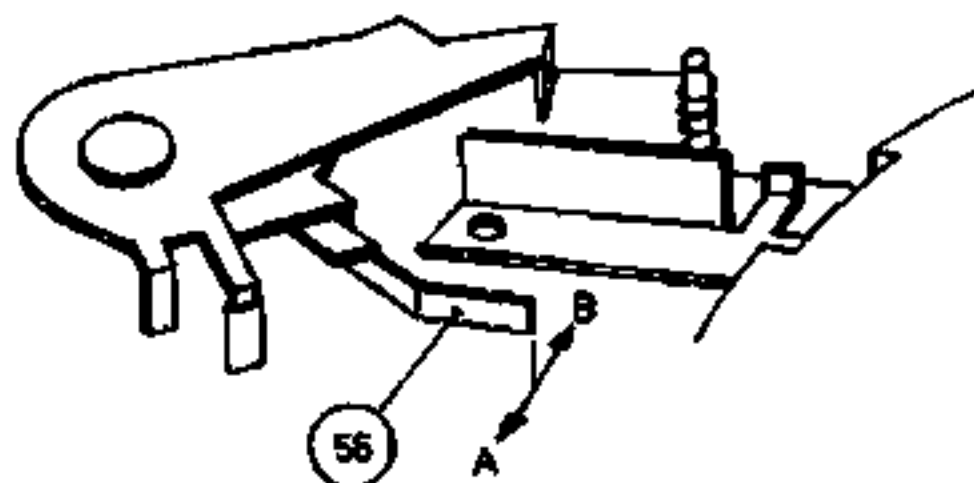

Bild 2
6) Abschaltmechanismus (Bild 2)